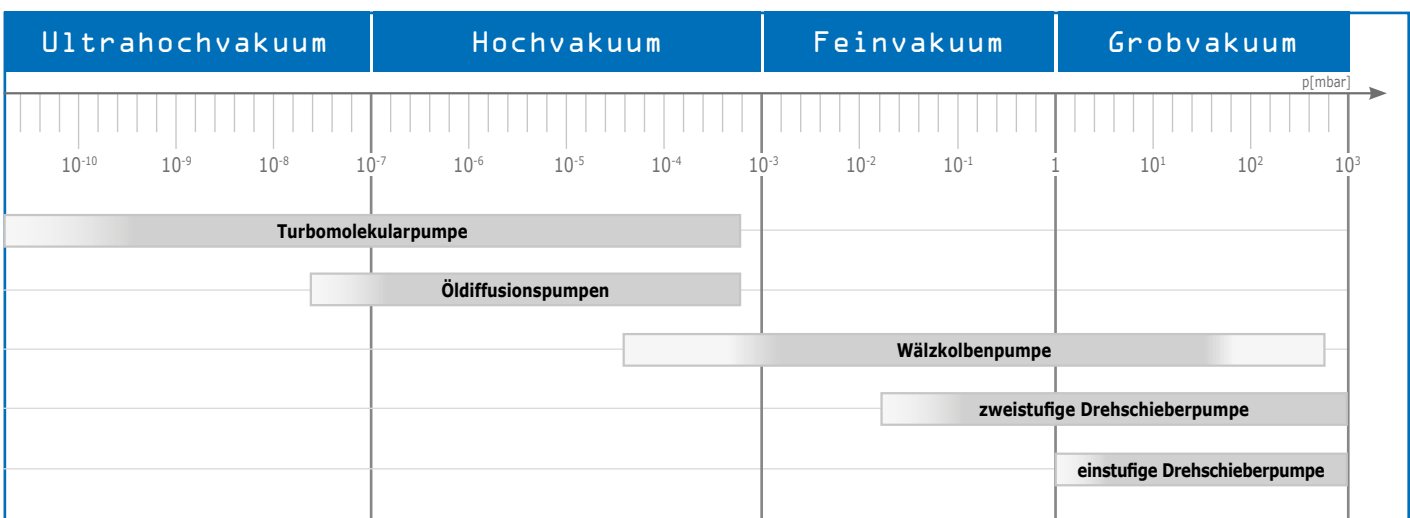

Abbildung 1
- Vakuum:** Für diesen Bereich stehen verschiedene Pumpstände zur Verfügung. Das erreichbare Arbeitsvakuum liegt in den in Abbildung 1 definierten Bereichen.